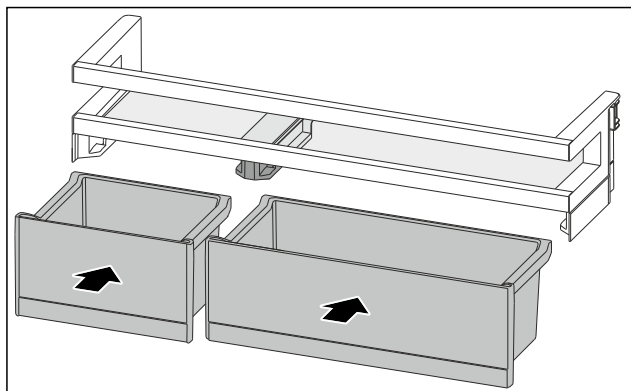

Fig. 191
- Umetnite kutije VarioBox izmijenjenim redoslijedom. (pogledajte Fig. 191)